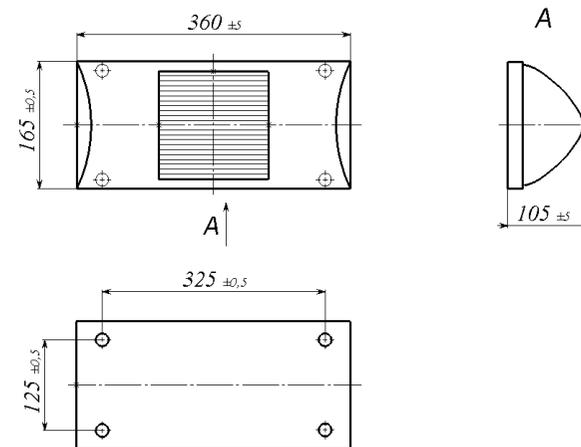

Рисунок 1
2.1 Светильники ЖБУ/ЛБУ02...003 «Маячок» (рисунок 1) предназначены для наружного освещения: освещение подъездов зданий, проходов, подземных пешеходных переходов.